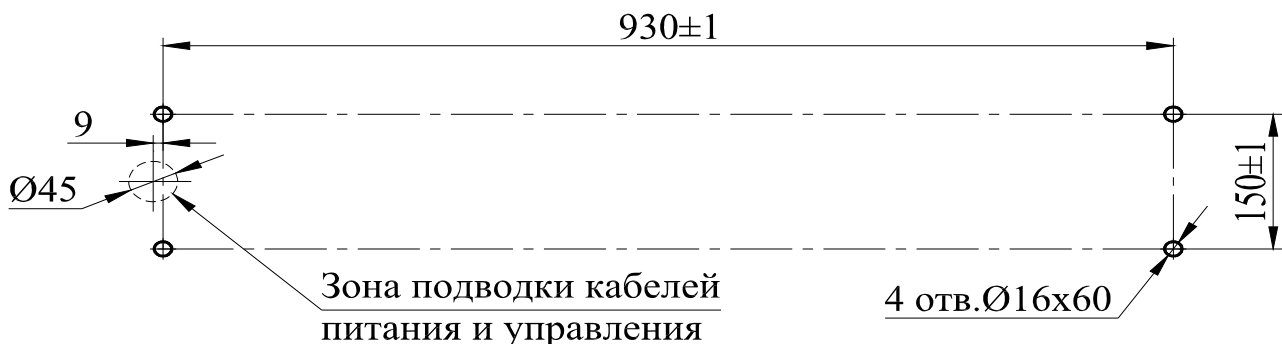

Рисунок 10 – Схема разметки отверстий для крепления стойки турникета
8.4.3 При необходимости прокладки кабелей (13) и (14) под поверхностью пола подготовьте в полу кабельный канал, подходящий к зоне подводки указанных кабелей к стойке (рисунок 10).